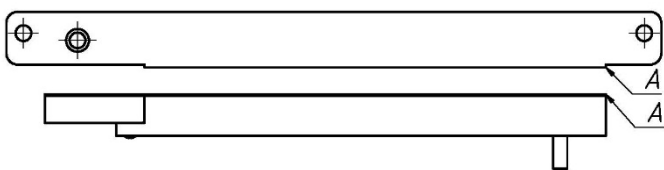

Рис.4
- Якорная пластина (2) крепится к двери. Предварительно, для фиксации углового перемещения якоря в якорную пластину вставляется штифт (3). Для его установки положить якорь на ровную горизонтальную поверхность и легким ударом вбить штифт в отверстие. Возможна поставка якорной пластины с уже установленным штифтом. Диаметр сверления отверстия в двери под втулку (поз.4) – 10мм.
- Корпус замка (1) крепится на дверную коробку напротив якорной пластины. Для обеспечения эксплуатационных характеристик рабочие поверхности корпусной части и якорной пластины должны плотно прилегать друг к другу при закрывании двери.
- ВНИМАНИЕ!** При монтаже замка правильное положение якорной части относительно корпуса обеспечивается при совмещении кромок  $\Delta$  (рис.4).